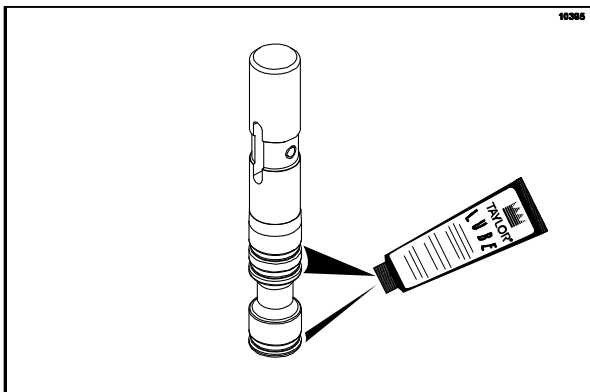

Figura 134
7. Monte a válvula de extração. Deslize os 3 anéis de vedação até os canais da válvula de extração e lubrifique-os. (Veja a Figura 134.)